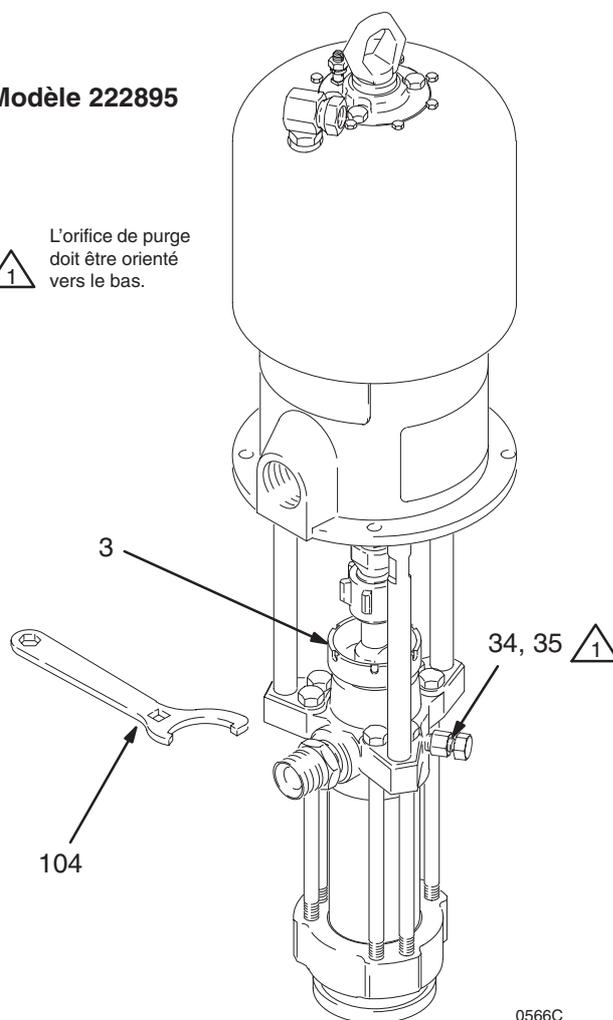

Fig. 5
Remplir au tiers l'écrou/coupelle de presse-étoupe (3) avec du liquide d'étanchéité pour presse-étoupe (TSL) ou un solvant compatible. Voir la Fig. 5. À l'aide de la clé fournie (104), resserrer légèrement l'écrou de presse-étoupe une fois par semaine ; éviter de trop le serrer. Suivre la **Mise en garde de la procédure de décompression** ci-dessus avant d'ajuster l'écrou de presse-étoupe.
4. Si l'on ne parvient pas à amorcer la pompe correctement, ouvrir légèrement la vanne de purge (35). Utiliser le trou de purge en dessous du corps de la vanne (34) comme vanne d'amorçage jusqu'à ce que le produit arrive jusqu'au trou. Voir Fig. 5. Visser le bouchon (35).
8. Si l'on ne parvient pas à amorcer la pompe correctement, ouvrir légèrement la vanne de purge (35). Utiliser le trou de purge en dessous du corps de la vanne (34) comme vanne d'amorçage jusqu'à ce que le produit arrive jusqu'au trou. Voir Fig. 5. Visser le bouchon (35).